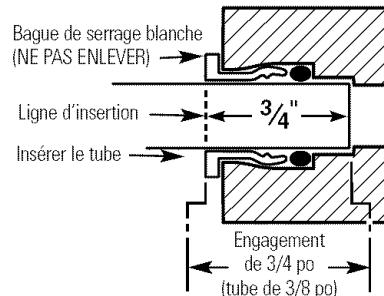

**Fig. 8**
1. Mesurez 3/4 po à partir de chaque extrémité de chaque morceau restant de tuyau (extrémité du robinet et extrémité d'entrée d'eau) et marquez avec un crayon (Fig. 8). (Vérifiez que le tuyau soit bien rond, lisse, bien coupé, bien indenté, avec des bords vifs).